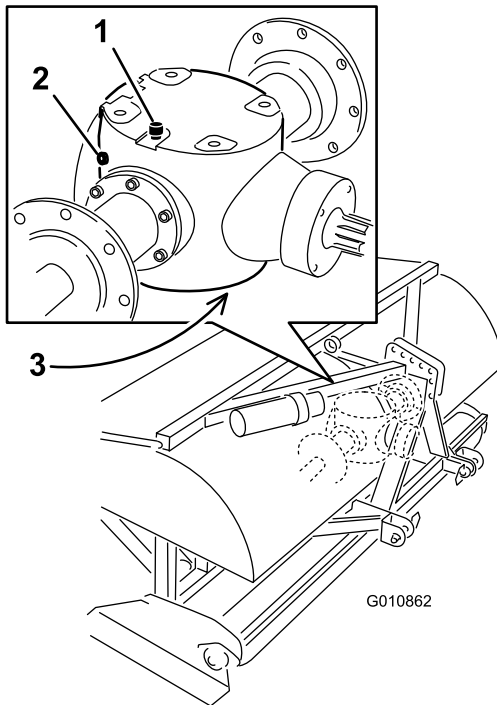

Figura 46
3. Retire el tapón de verificación de la caja de engranajes (Figura 46).
4. Asegúrese de que el aceite llega hasta la parte inferior del orificio del tapón de verificación de la caja de engranajes (Figura 46).
1. Limpie cualquier residuo del tapón de ventilación/llenado para evitar cualquier contaminación (Figura 46).